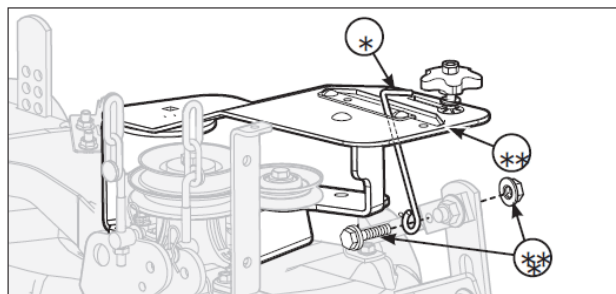

図 8
1. 元々付いていた刈高表示ロッド(図8の*)を図のように、ブローベルトカバーの溝(**)を通して差し込んでください。